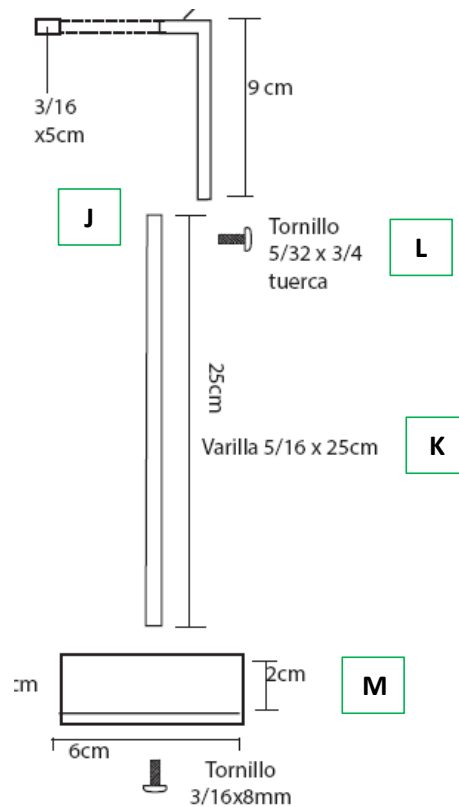

Figura 5: Conjunto de elementos del pedal
En el otro extremo (inferior) del ángulo (J) fabricado con varilla de 5/16, se elabora una perforación de 3/16, a través del cual se conecta el ángulo con una varilla de 5/16 x 25cm (K). La varilla, en correspondencia, en su extremo tiene un orificio de 5/32, por el que pasa un tornillo de 5/32 x ¾ con tuerca de seguridad (L) (Figura 5).